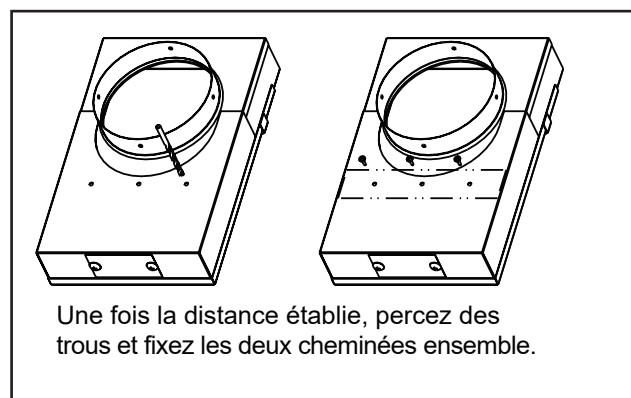

Figure 19.4
3. Réglez l'adaptateur de dévoiement à la distance désirée. Percez des trous à travers la chambre inférieure comme il est indiqué sur la **Figure 19.4** en utilisant la mèche n° 26.